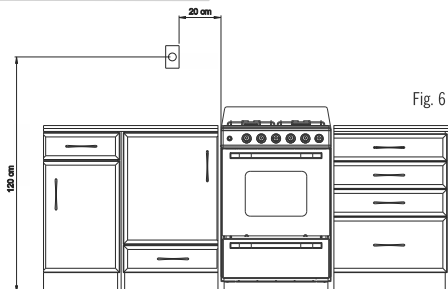

Fig. 6
- ✕ El tomacorriente debe ser de fácil acceso y a la vista. Ver fig. 6.